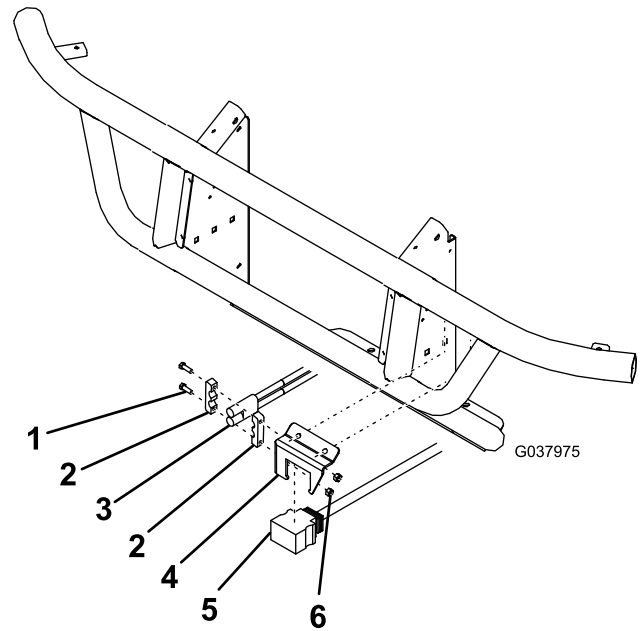

Bild 12
an der linken Seite des oberen Rahmens der Stoßstange (Bild 12).
- Befestigen Sie den schwarzen und roten Strom- bzw. Erdungsanschluss an der Befestigungshalterung des Steuerkabelbaums (Bild 12).